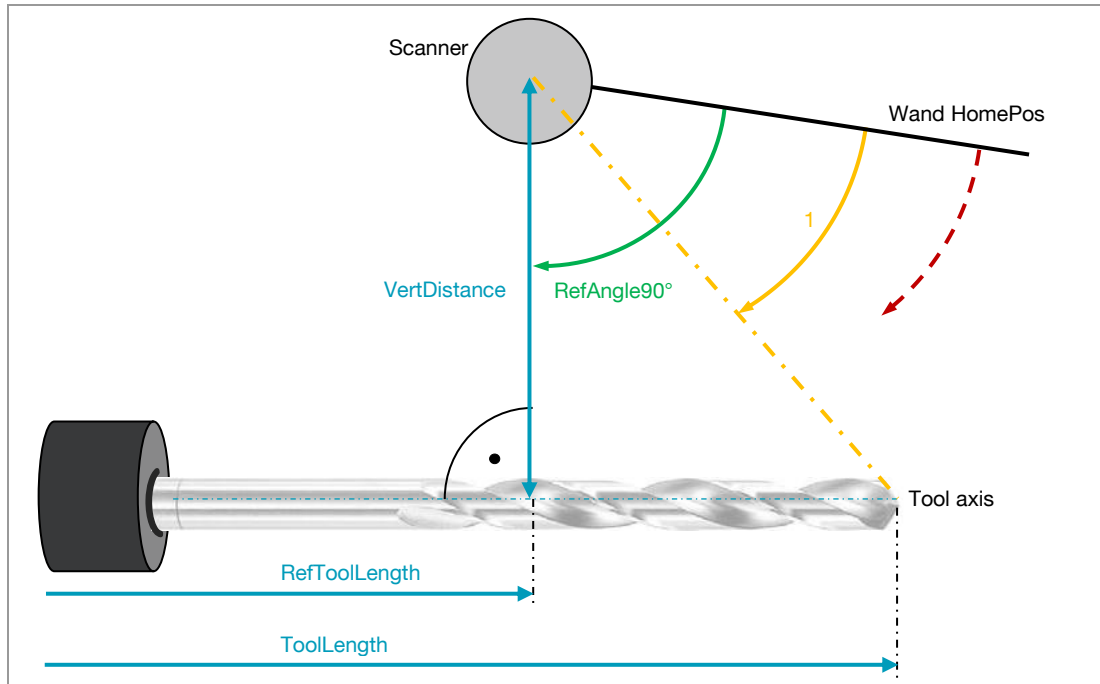

Fig. 1-5: 1-Tool-Setup-Mode-1
- Fig. 1-5: 1-Tool-Setup-Mode-19